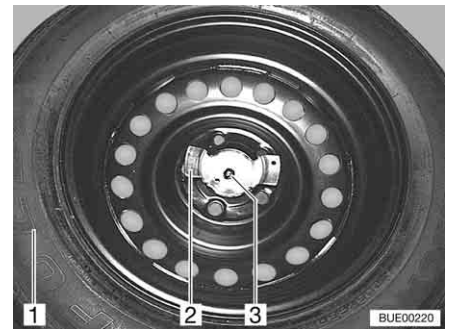

Bild 215 Ersatzrad-Befestigung
- Die beiden Muttern (Bild 215,2 und 3) abschrauben.
- Das Ersatzrad (Bild 215,1) dem Ersatzrad-Halter entnehmen.